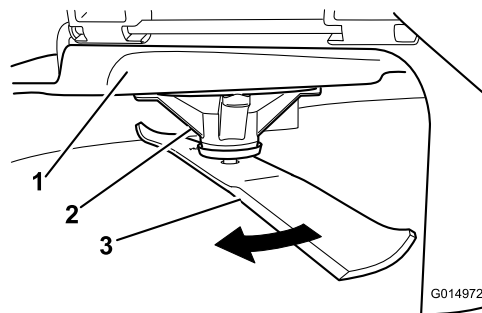

Figure 50
2. Enfilez des gants épais ou utilisez une autre protection adéquate pour les mains, et faites tourner la lame lentement jusqu'à une position permettant de mesurer la distance entre le tranchant et la surface plane sur laquelle se trouve la machine (Figure 50).